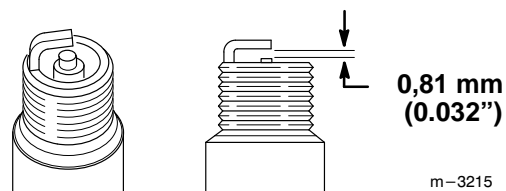

Figure 24
5. Régler l'écartement des électrodes de la bougie (Fig. 24) à 0,81 mm (0.032").